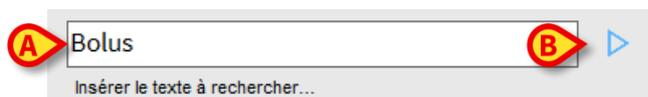

Fig 28
- Insérez à l'intérieur de la fenêtre le texte à chercher (Fig 28 **A**)
- Cliquez le bouton  (Fig 28 **B**)